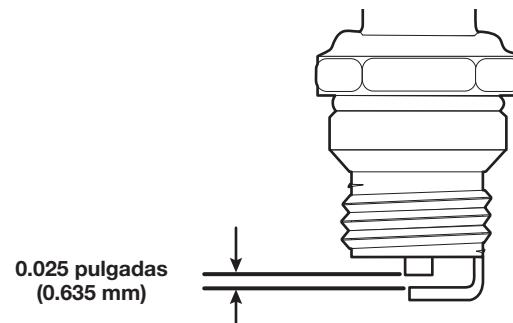

Fig. 14
5. Use un calibrador de hoja para ajustar abertura de la bujía a **0.025 pulgadas (0.635 mm)** (Fig. 14).